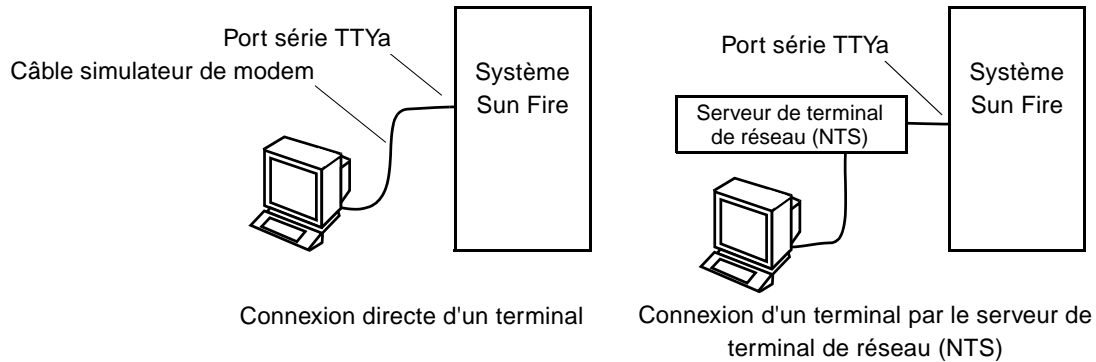

FIGURE 3-7 Connexions des câbles série
2. **Connectez l'autre extrémité du câble série au terminal ASCII ou au serveur NTS (FIGURE 3-7).**